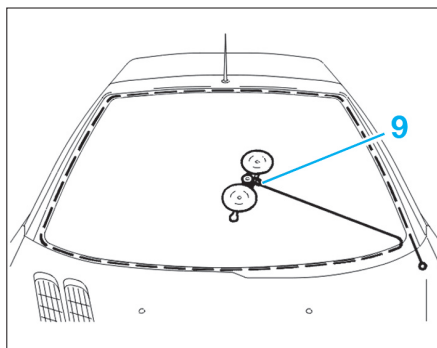

FIG. 4
- Par l'intérieur, fixer l'extrémité du fil de découpe sur le dispositif de bobinage (9) (Fig.4).